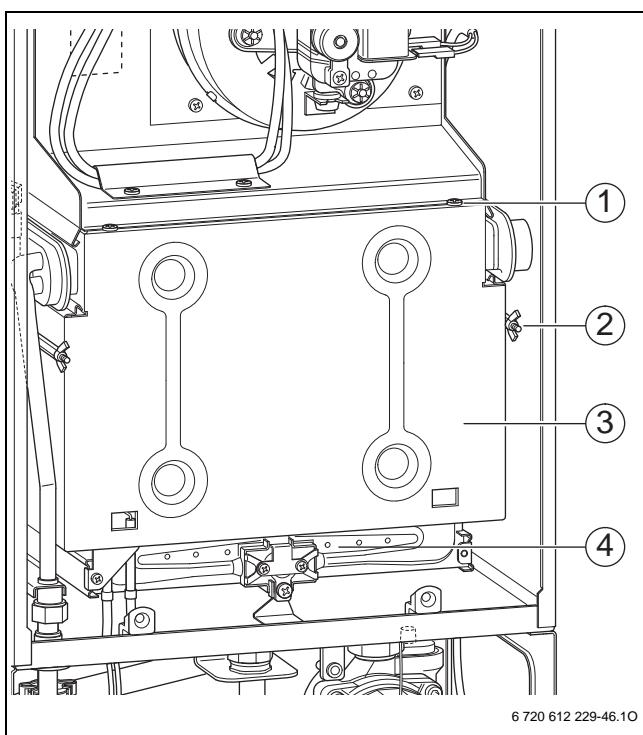

Рис. 73 Открывание горелки
- ▶ Снять переднюю панель камеры горелки (→ рис. 73).